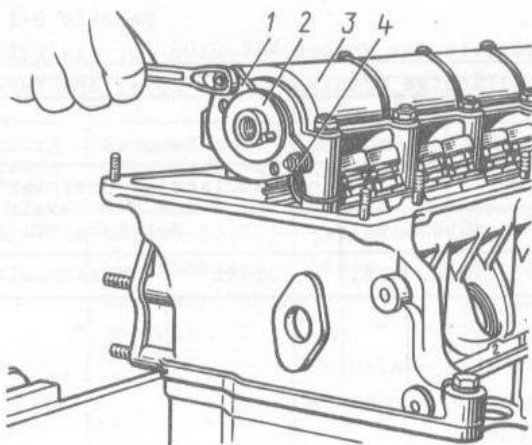

Bild 2-15. Ausbau des Anschlagflansches der Nockenwelle von Motor VAZ-2106-70:
- Muttern 4 (Bild 2-15) der Stiftschrauben lockern und Lagergehäuse der Nockenwelle ausbauen;